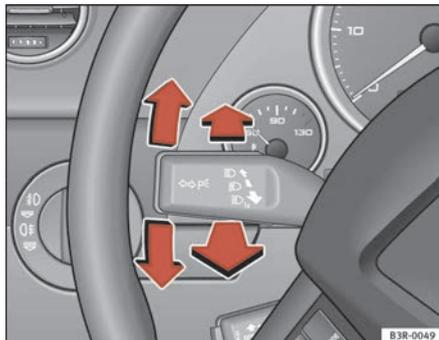

Fig. 93 Levier des clignotants et des feux de route
- Repoussez le levier jusqu'en butée supérieure pour faire fonctionner les clignotants droits, ou inférieure pour faire fonctionner les clignotants gauches  $\Rightarrow$  fig. 93.